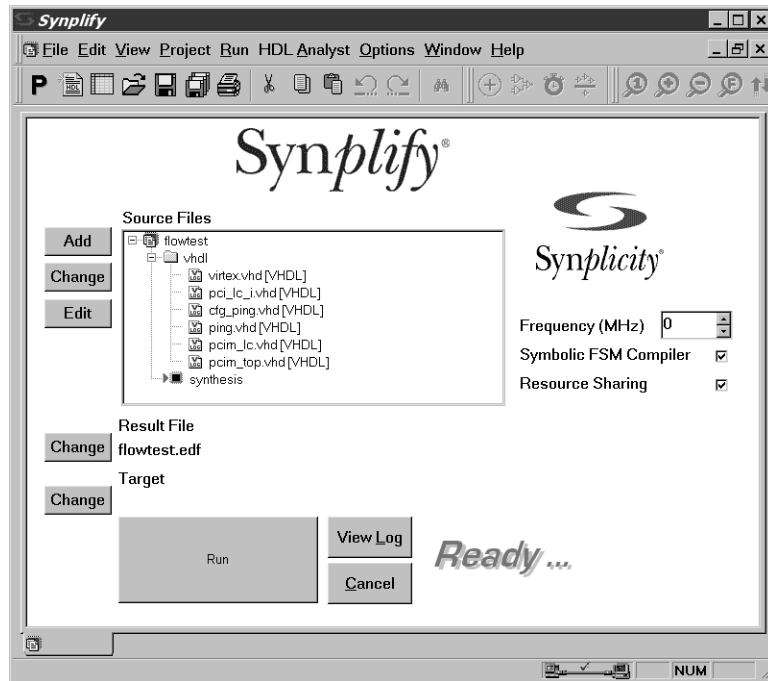

图 5-12：显示源文件的项目窗口
10. 在 Source Files 列表中，通过双击 flowtest/vhdl 文件夹（如果该文件夹尚未打开）查看新添加源文件的列表。单击并拖动源文件，将其按图 5-12 所示层级顺序重新排列。